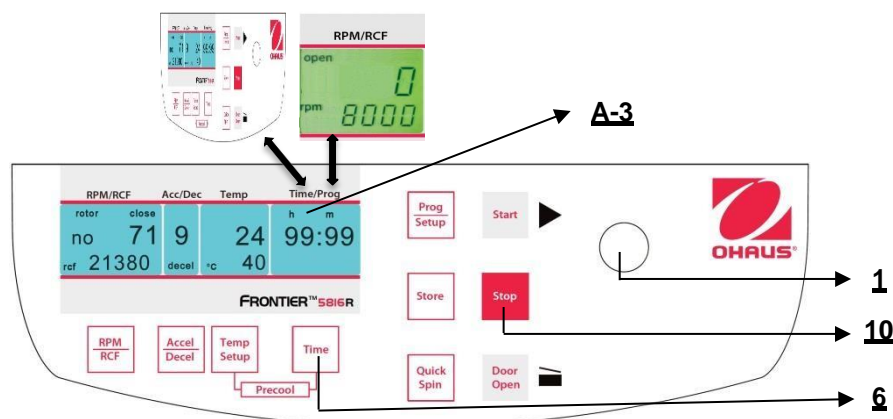

Abbildung 20
Die Anzeige zeigt immer die verbliebene Zeit. (Siehe Abbildung 20)
Wenn die Proben temperaturempfindlich sind, ist es sinnvoll, die Zentrifuge, den Rotor und möglicherweise die Behälter auf die gewünschte Arbeitstemperatur vorzukühlen. Fügen Sie daher den gewünschten Rotor ein und stellen Sie die entsprechende Temperatur vorab ein. Durch gleichzeitiges Drücken der Tasten "**Temp/Setup**" (13) (siehe Abbildung 20) und "**Time**" (6) starten Sie den Durchlauf. Während des Betriebs wählt die Einheit automatisch eine Rotationsgeschwindigkeit, die 20% der zulässigen Rotationsgeschwindigkeit des entsprechenden Rotors entspricht. Nachdem die Vorstarttemperatur erreicht ist, können Sie den Vorkühldurchlauf mit der "**Stop**"-Taste (10) verlassen.